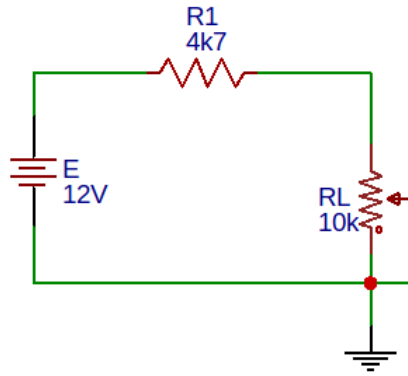

Figura 42: Circuito série - Máxima Transferência de Potência
- Considere o circuito apresentado na Figura 42, realize as medições necessárias e preencha a Tabela 8.